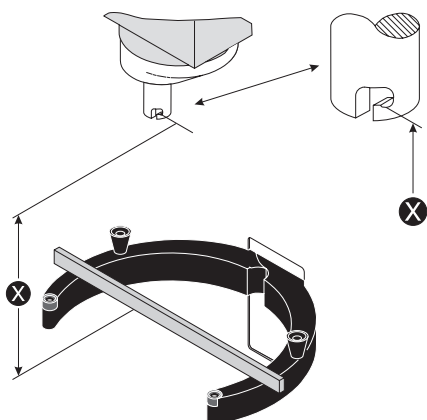

Рис. 6 Регулировка крепления дежи и центрирование дежи
Захваты дежи должны быть подняты в нормальное рабочее положение. Ослабьте контргайки (1) (Рис. 6) и снимите шплинты (2). Поворачивайте болты (3) до достижения правильного крепления дежи. **Выкручивание** болтов удлинительной трубы увеличивает крепление. Начните с поворота одного из болтов на полоборота.
Ослабьте контргайки (1) (Рис. 6) и снимите шплинты (2). Поворачивайте болты (3) до тех пор, пока дежа не будет располагаться по центру смесительной машины. Для изменения крепления дежи **выкрутите** один из болтов удлинительной трубы и **вкрутите** другой болт в удлинительную трубу. Для проверки правильности центрирования дежи перед подачей на напряжения используйте плоскую лопатку, поворачивая планетарную головку рукой.